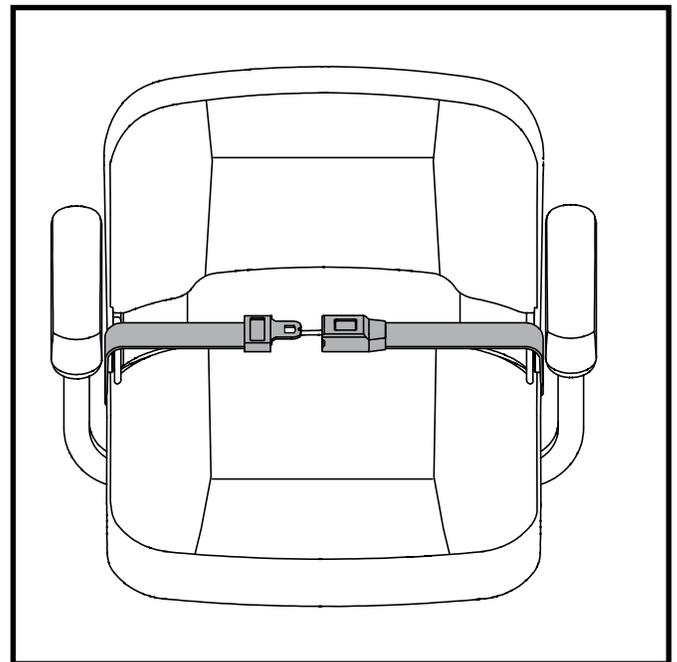

Abb. 22. Rückhaltegurte - Rückhaltegurt mit Schloss oder Rückhaltegurt mit Klettverschluss
1. Schloßzunge in das Schloßteil stecken, bis der Schnellverschluß hörbar einrastet. **Siehe Abb. 22.**
1. Führen Sie die beiden Enden des Gurts zusammen, so dass die eine Seite des Klettverschlusses, an der sich die Schlaufen befinden, direkt über der raueren Seite mit den Widerhaken liegt. Zum Sichern fest zusammendrücken. **Siehe Abb. 22.**